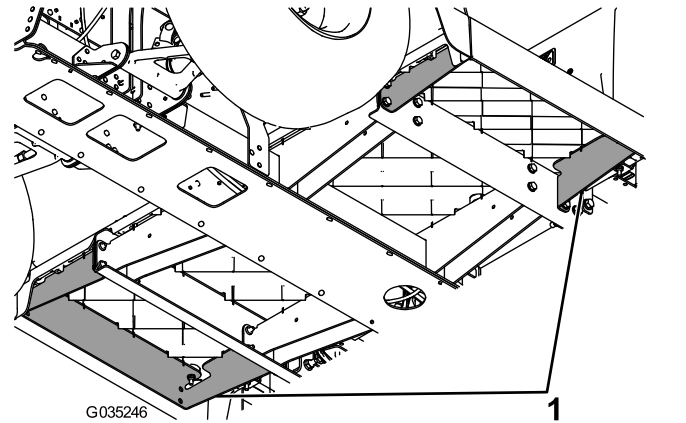

Figur 3
2. Bruk en gulvjekk under rammen til å støtte fronten av maskinen (Figur 3).